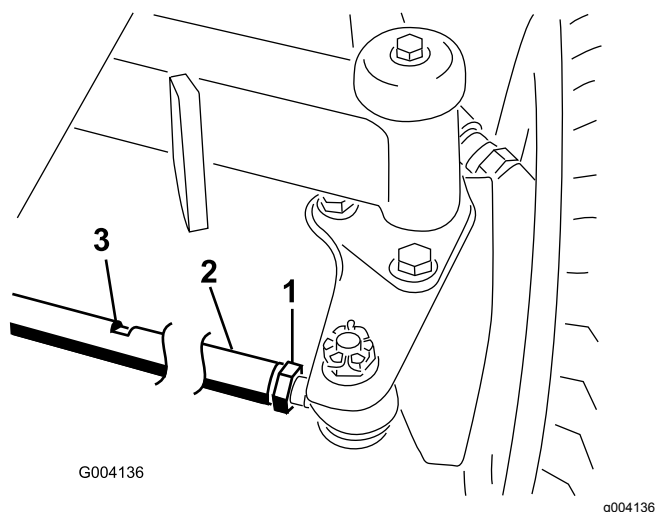

Figura 55
2. Allentate il controdado da ciascun lato del tirante (Figura 55).